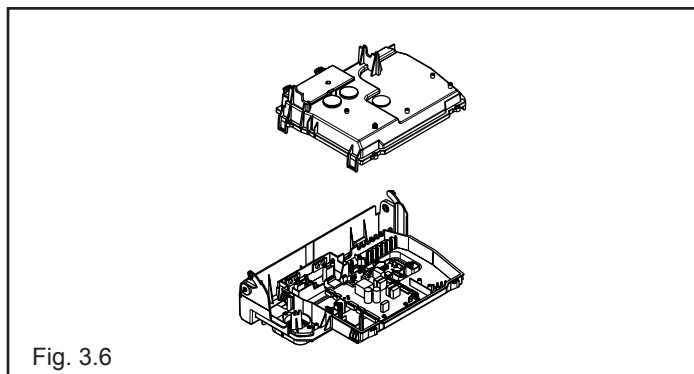

Fig. 3.6
- aprire il coperchietto morsettiera (fig. 3.6).